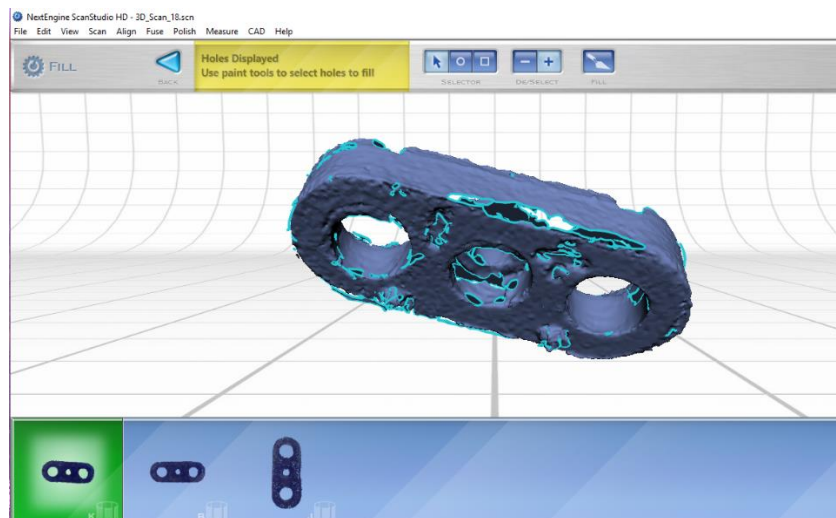

Figura 50. Detectando huecos del objeto.
14. Para perfeccionar la pieza seleccione la opción **POLISH** (pulir) en la barra de herramientas, esto permite ver los huecos que quedan en el objeto ver Figura 50.